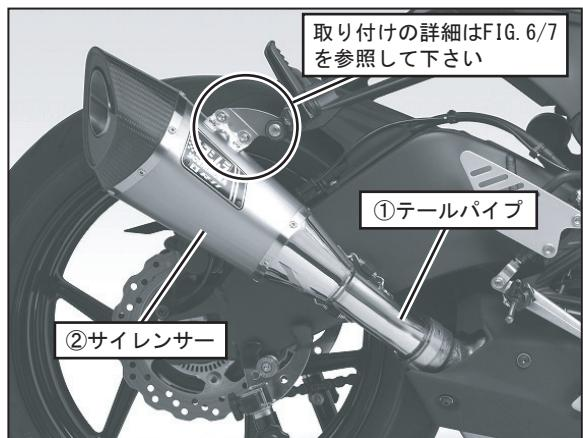

FIG. 5
6. ①テールパイプに②サイレンサーを差し込み、③サイレンサーステーを純正ボルト、純正ワッシャ、純正ナットを使用して車両のタンデムステップブラケットに仮締めして下さい。 (FIG. 5, 6, 7 参照)